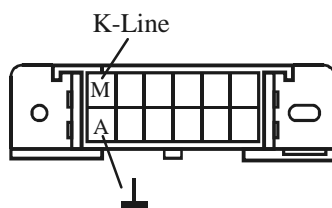

Рис. 1. 12-и контактный диагностический разъем.
В автомобилях производства DAEWOO используется 12-и контактный диагностический разъем, находящийся под рулевой колонкой (Рис. 1).
- проверьте наличие линии «K-Line» и «земли» на соответствующих контактах колодки диагностики (см. Рис. 1)